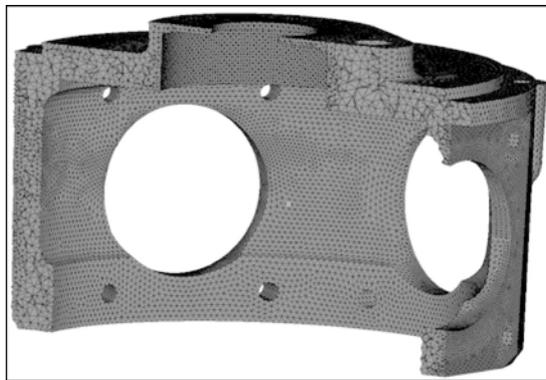

图 5-132 Tetramesh 结果
- (6) 单击 Mask (🔒) 按钮。
(7) 通过鼠标左键+〈Shift〉键的方式，任意选取模型中的部分单元，并将其隐藏。
- (8) 观察模型内部的单元形态，如图 5-132 所示。